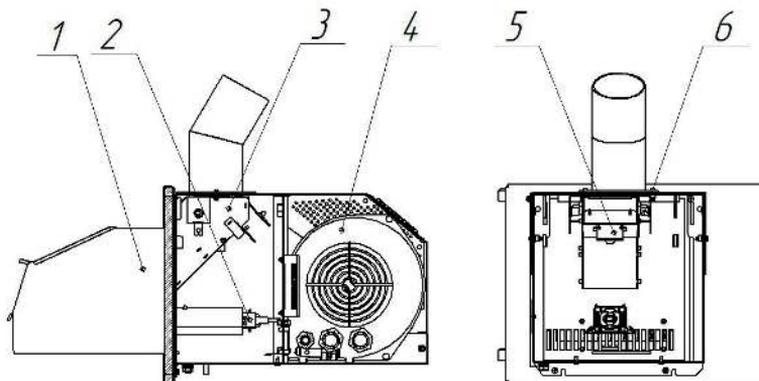

Рисунок 2 - Горелочное устройство
Горелочное устройство (Рис. 2) состоит из жаровни (1), в которой происходит автоматический розжиг и горение пеллет; ТЭНа розжига (2), которая производит розжиг пеллет; подающего лотка (3) с патрубком подачи, посредством которых происходит подача пеллет из бункера в жаровню; вентилятора (4), который в зависимости от заданных параметров, подает требуемое количество воздуха для горения пеллет; оптического датчика пламени (5) с температурным датчиком, который предназначен для определения наличия пламени в жаровне и контроля температуры лотка и внутри кожуха горелки; датчика затора пеллет (6), контролирующего возможный затор пеллет и подающего сигнал на пульт управления при возможной аварийной ситуации.